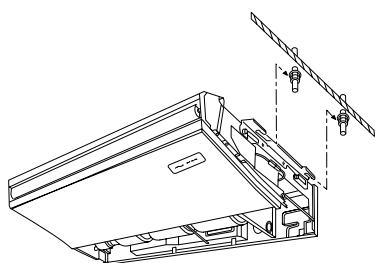

Fig. 3-6
1) Upphängning av enheten (Fig. 3-6)